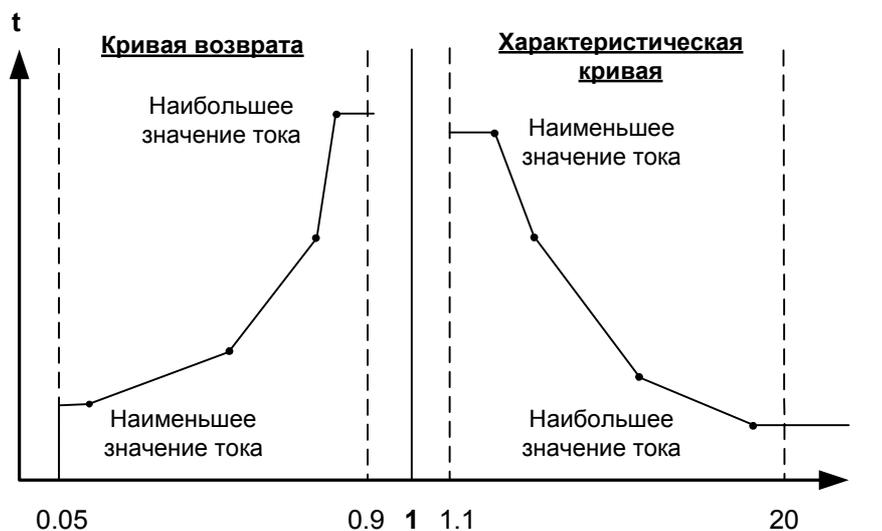

Рисунок 6-18 Использование определяемой пользователем характеристической кривой
- Если величина протекающего тока меньше введенного значения наименьшего тока, то это не приведет к увеличению выдержки времени на отключение больше, чем на время, соответствующее введенной величине наименьшего тока. Характеристическая кривая (смотри Рисунок 6-18) имеет постоянное значение выдержки времени на отключение для токов меньших, чем наименьшее введенное значение.
- Если величина протекающего тока больше введенного значения наибольшего тока, то это не приведет к уменьшению выдержки времени на отключение меньше, чем на время, соответствующее введенной величине наибольшего тока. Характеристическая кривая (смотри Рисунок 6-18) имеет постоянное значение выдержки времени на отключение для токов больших, чем наибольшее введенное значение.
- Если величина протекающего тока больше введенного значения наибольшего тока, то это не приведет к увеличению выдержки времени на возврат больше, чем на время, соответствующее введенной величине наибольшего тока. Характеристическая кривая возврата (смотри Рисунок 6-18) имеет постоянное значение выдержки времени на возврат для токов больших, чем наибольшее введенное значение.
на возврат меньше, чем на время, соответствующее введенной величине наименьшего тока. Характеристическая кривая возврата (смотри Рисунок 6-18) имеет постоянное значение выдержки времени на возврат для токов, меньших чем наименьшее введенное значение.